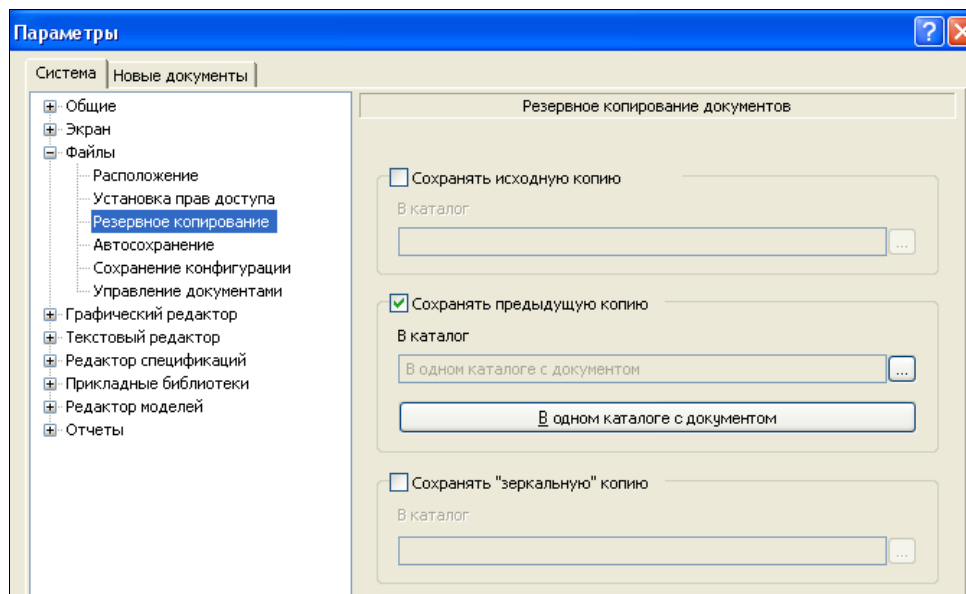

Рис. 15.7. Диалоговое окно **Параметры**
- ◆ щелкните ЛК мыши по пункту **Резервное копирование**. В правой части раскрылась панель **Резервное копирование документов** (рис. 15.7). Для установки резервного копирования: